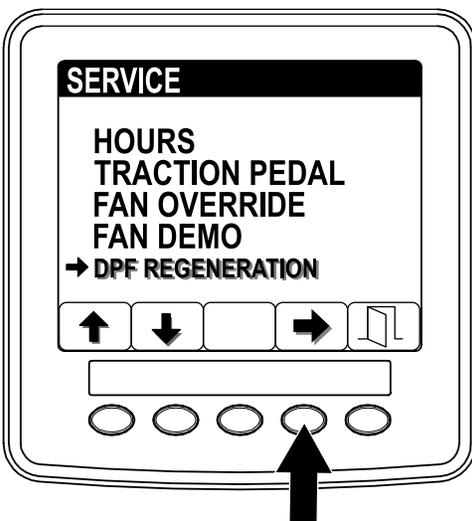

Figure 33
1. Dans le menu Entretien, appuyez sur le bouton 1 ou 2 pour naviguer jusqu'à l'option DPF REGENERATION (régénération du FAP) (Figure 33).
2. Appuyez sur le bouton 4 pour sélectionner l'option DPF Regeneration (Figure 33)